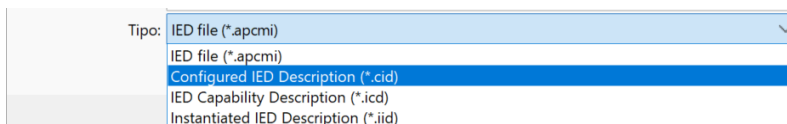

Imagen 393_Tipos de archivos en PCM600.
6.1.3 Para los mensajes que el REF615 genera los podemos observar obteniendo un archivo con terminación “.cid” que observamos en la **Imagen 393**, dando clic derecho en REF615 y seleccionando la opción de “Export”, esto con el fin de indicar que un simulador está realizando el trabajo del relevador a nivel físico, dentro de este archivo se encuentran los datos del modelo del relevador y la información que se está intercambiando mediante IEC61850.